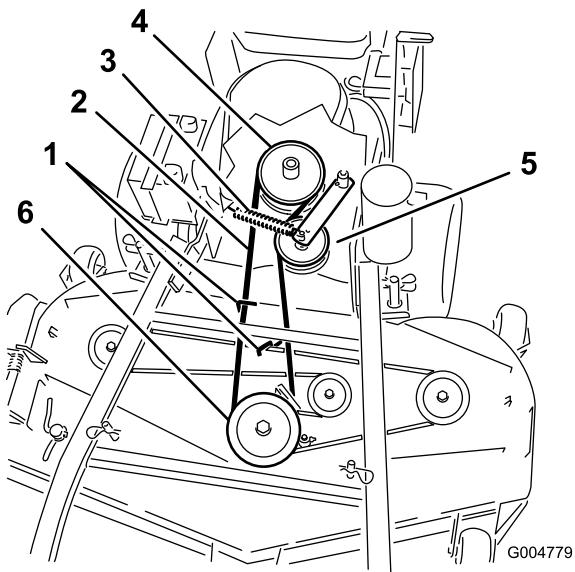
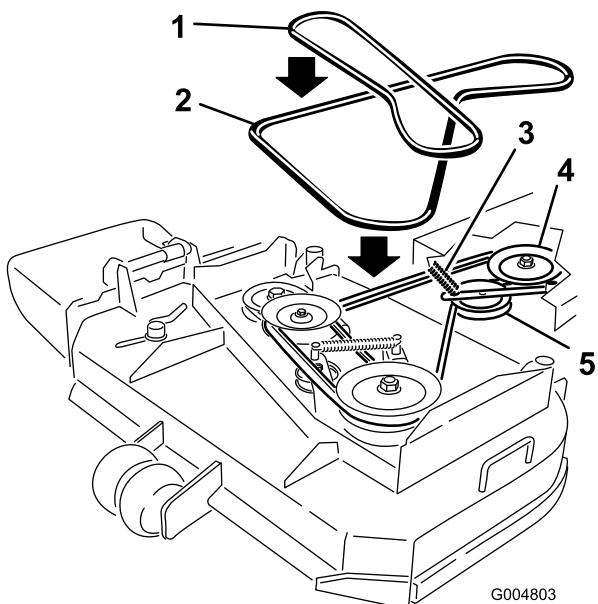

Figure 47
Figure 48
6. Retirez la courroie de la poulie centrale sur le tablier de coupe (Figure 47). Reportez-vous à la Figure 48 pour enlever la courroie de la poulie gauche sur un tablier de coupe de 36 pouces. Procédez avec précaution lors du retrait de la courroie, car la tension est augmentée par la poulie de tension rappelée par ressort.
7. Retirez la courroie de la poulie de moteur et la poulie de tension rappelée par ressort (Figure 47). Reportez-vous à la Figure 48 pour déposer la courroie des poulies sur le tablier de coupe de 36 pouces.
8. Placez une courroie neuve sur la poulie de moteur et la poulie de tension rappelée par ressort (Figure 47).
9. Installez la courroie sur la poulie centrale du tablier de coupe (Figure 47). Procédez avec précaution lors de la repose de la courroie, car la tension est augmentée par la poulie de tension rappelée par ressort. Reportez-vous à la Figure 48 pour installer la courroie sur la poulie gauche sur un tablier de coupe de 36 pouces.
11. Réglez l'écartement entre le guide et la courroie à 3 mm (1/8") pour les tabliers de coupe de 40, 48 et 52 pouces (Figure 47).